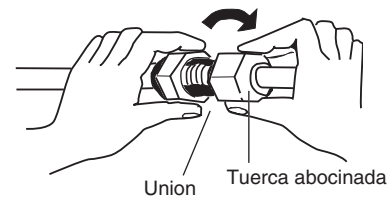

Fig. 5-5
- (3) Para realizar una conexión adecuada, alinee el tubo de unión y el tubo abocardado rectos entre sí, y enrosque entonces un poco al principio la tuerca abocardada para obtener un acoplamiento suave. (Fig. 5-5)